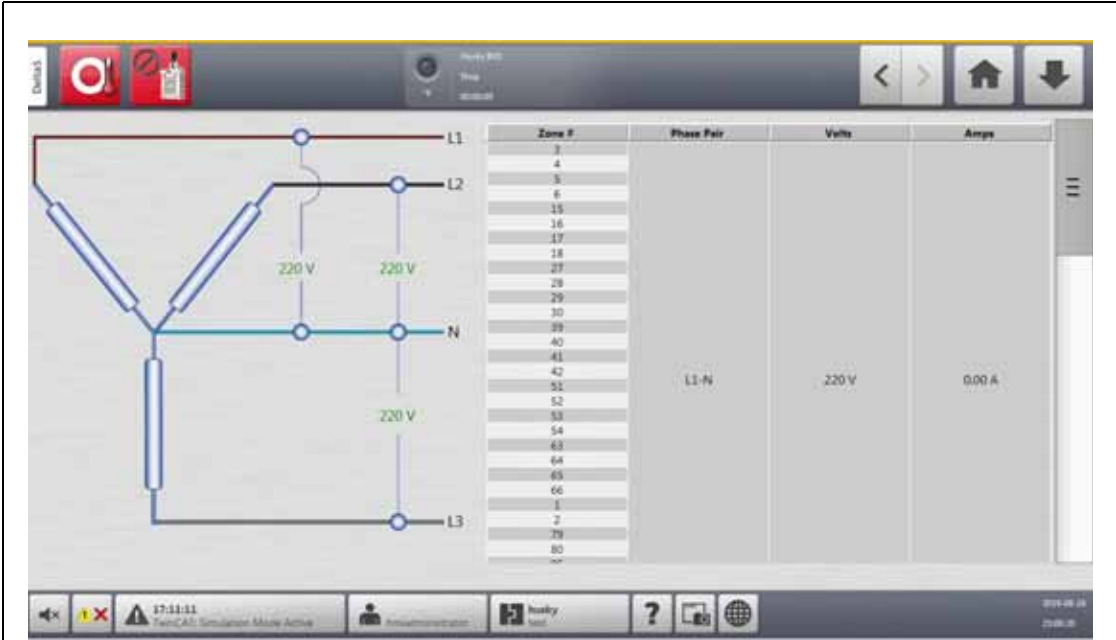
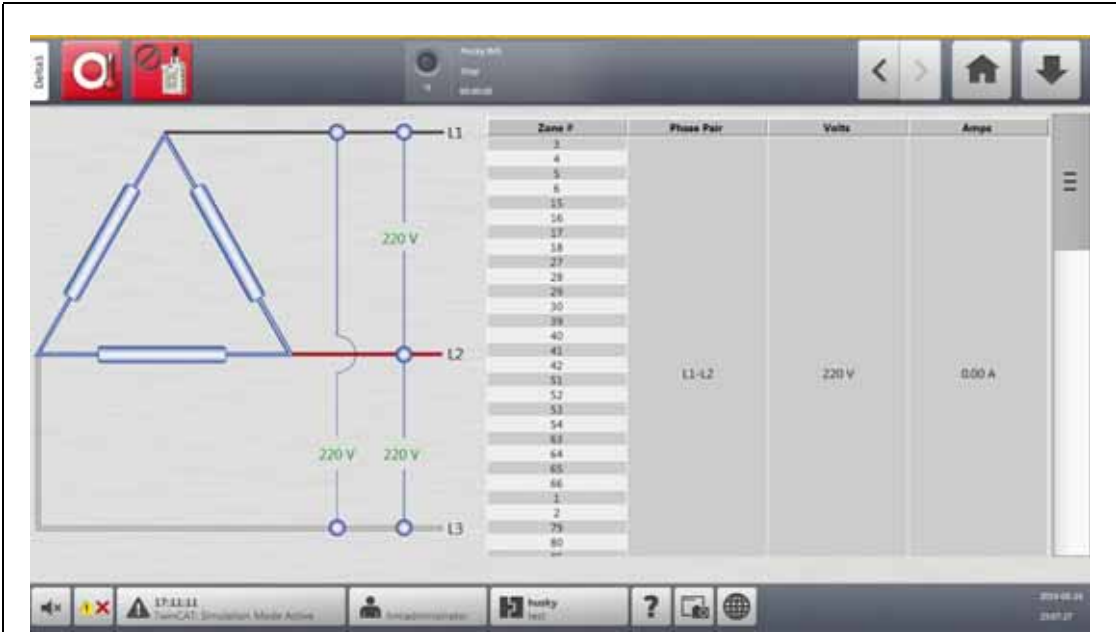
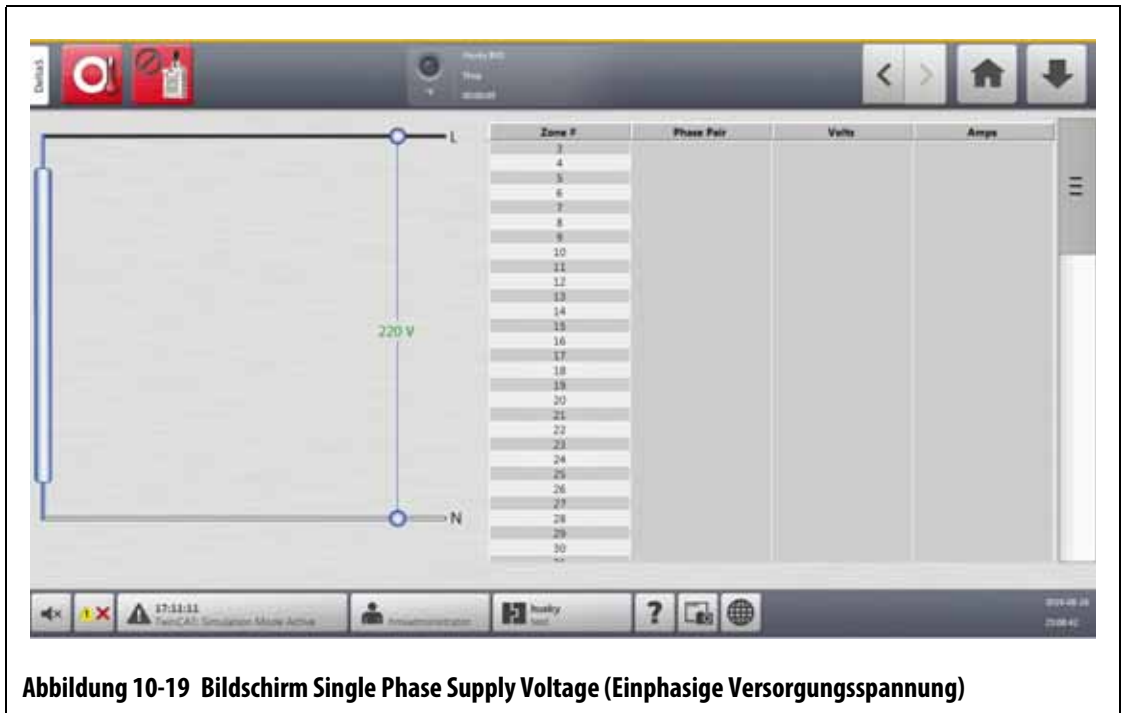
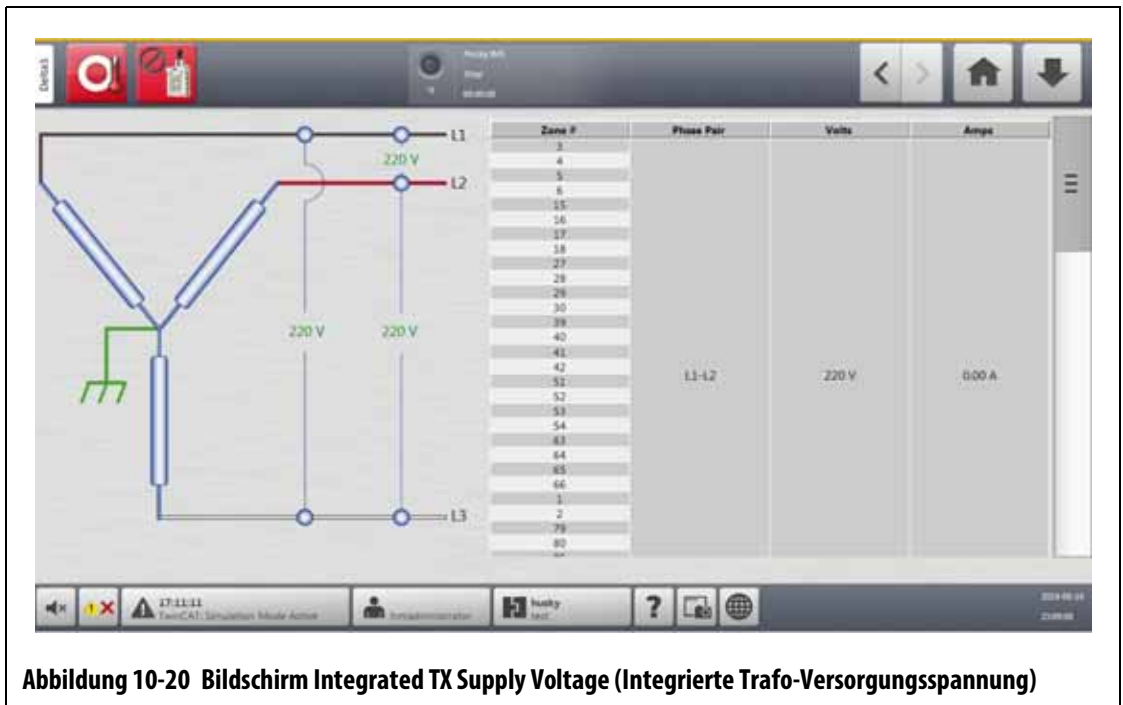

Abbildung 10-17 Bildschirm Wye 3PH+N Supply Voltage (Wye 3PH+N Anschluss-Spannung)
Abbildung 10-18 Bildschirm Delta 3PH Supply Voltage (Delta 3PH Anschluss-Spannung)
Abbildung 10-19 Bildschirm Single Phase Supply Voltage (Einphasige Versorgungsspannung)
Abbildung 10-20 Bildschirm Integrated TX Supply Voltage (Integrierte Trafo-Versorgungsspannung)
Der Bildschirm Supply Voltage (Anschluss-Spannung (V)) zeigt ein grafisches Bild des ausgewählten Konfigurationstyps. Die vier Versorgungskonfigurationen werden in Abbildung 10-17, Abbildung 10-18, Abbildung 10-19 und Abbildung 10-20 gezeigt. Die Bereiche des Bildschirms Supply Voltage (Anschluss-Spannung (V)) werden in Tabelle 10-14 beschrieben.